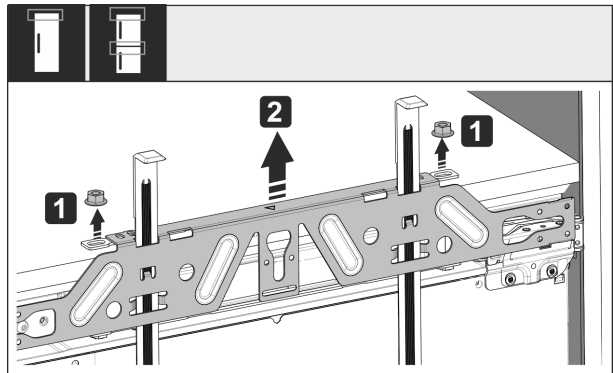

Fig. 50
- ▶ 松开锁紧螺母 Fig. 50 (1)。
- ▶ 取下安装横梁 Fig. 50 (2)。